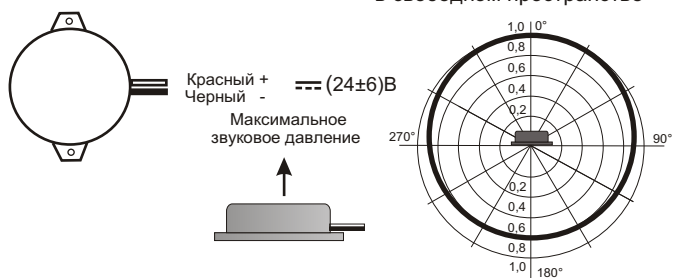

Рис.2 Схема подключения и диаграмма направленности оповещателя.
- Диаграмма направленности звука на рис.2 (п.5.3)
5.1. Перед установкой необходимо проверить внешний вид оповещателя на наличие повреждений и проверить работоспособность следующим образом: подключить источник питания (типа Б5-7) к выводам оповещателя (рис.2), предварительно установив напряжение питания (24 ± 6) В. При этом оповещатель должен выдать звуковой сигнал.
5.3. На рис.2 показана схема подключения и диаграмма направленности звука оповещателя.